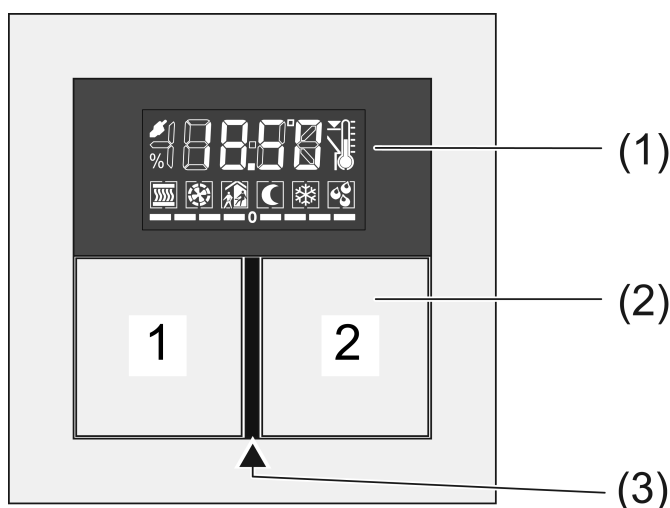

Figura 1
- Abrir: accionar simultáneamente las teclas **1** y **2** arriba a la izquierda (véase figura 1).